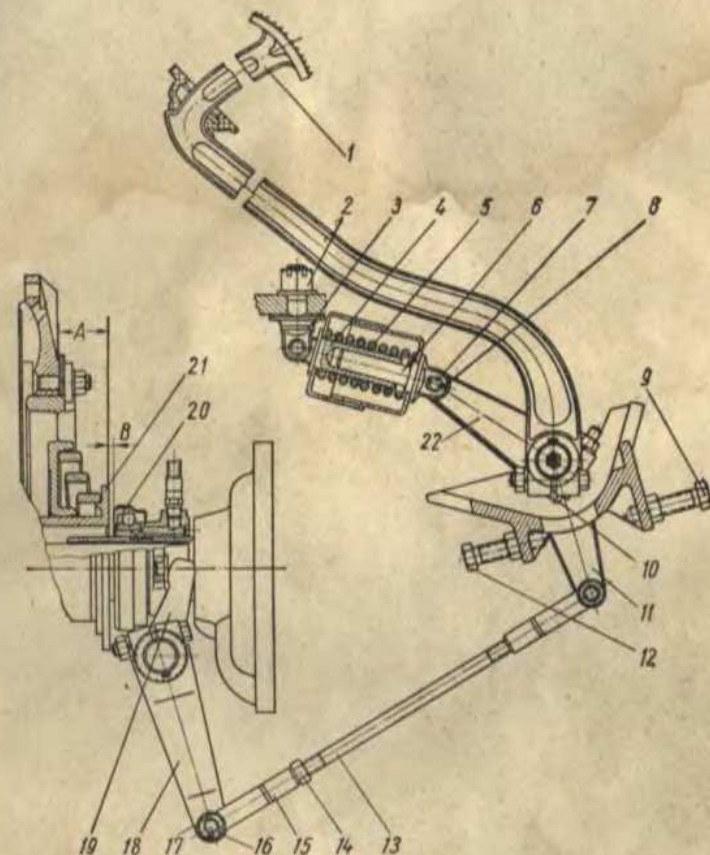

Рис. 78. Привод выключения сцепления;
- 1) регулировка размера А (рис. 78) между кожухом сцепления и муфтой отжимных рычагов;
- 2) регулировка зазора В (рис. 78) между выжимным подшипником и муфтой отжимных рычагов.